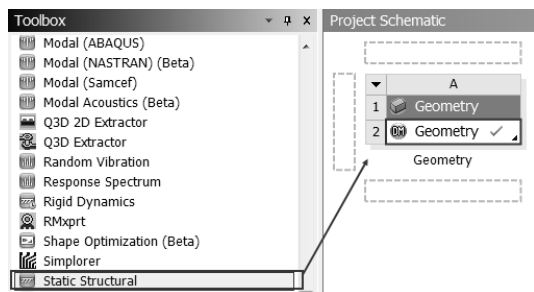

图 13-46 创建项目
Step1 :如图 13-46 所示 ,在 Workbench 主界面的 Toolbox(工具箱) Analysis Systems 中选择 Static Structural (静态结构分析) 选项 , 并直接拖曳到项目 A 的 A2 (Geometry) 栏中。